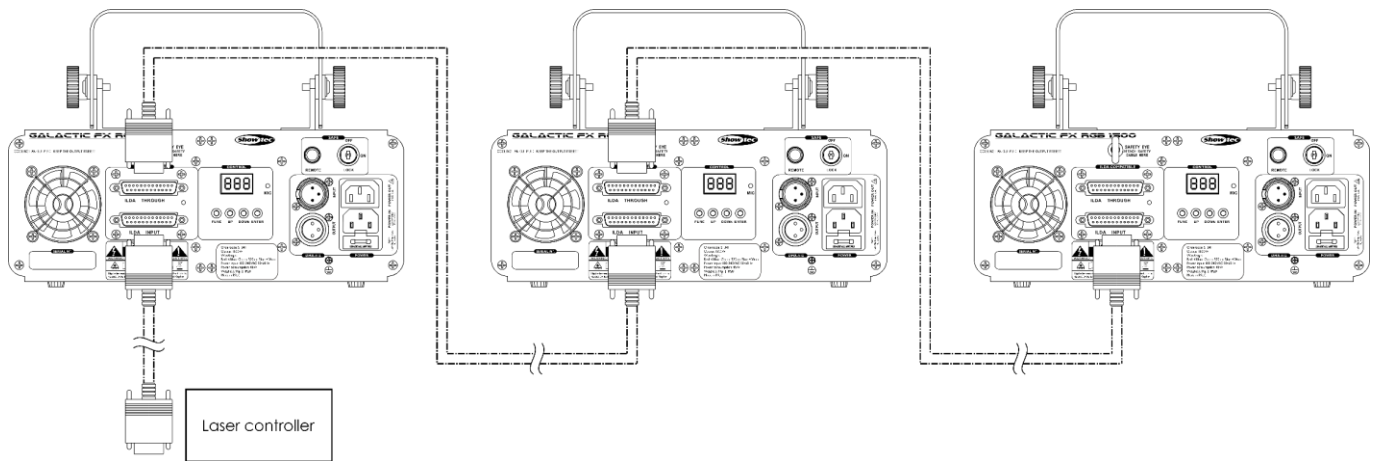

Fig. 15
- 03) Ripetere il passaggio 2 per collegare tutti i dispositivi in un collegamento a margherita come indicato nella Fig. 15. I dispositivi riconoscono automaticamente la connessione ILDA e possono essere utilizzati con un software compatibile con ILDA.